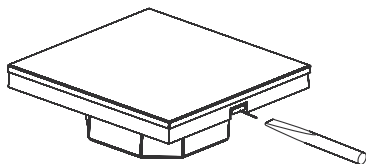

Рис. 1. Снятие сенсорной панели.
3.2. Аккуратно отделите лицевую панель от корпуса с помощью отвертки (Рис. 1).